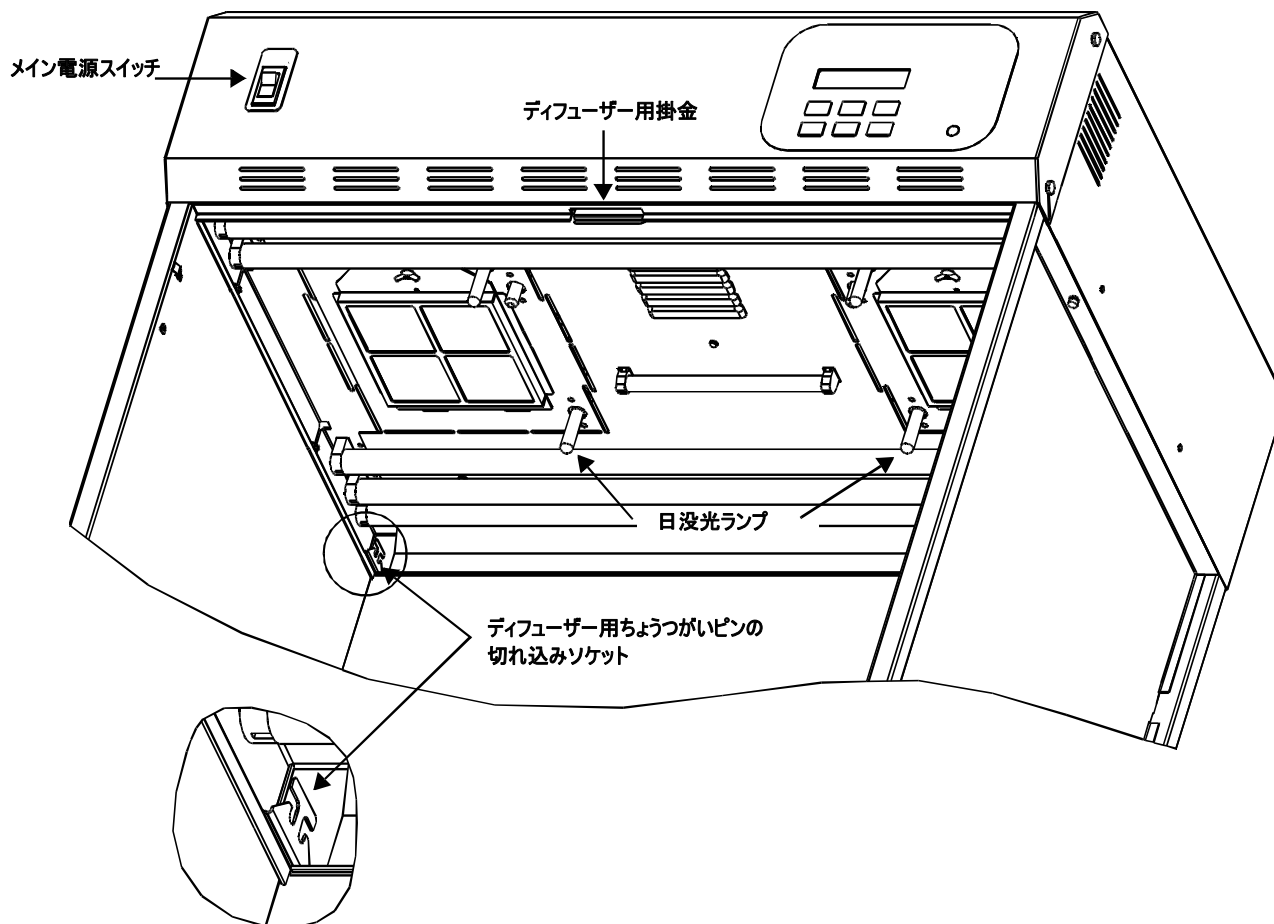

図 8 ディフューザーが見える状態の光源装置
15. 光源装置本体後部の後角にある隙間のソケットの前に、ディフューザーのちょうつがいピンを挿入します。ディフューザーのスムーズな面を光源装置の内部に向け、表面に変化のある面が外側になるようにブースの内側に向けてください。（図 8 参照）